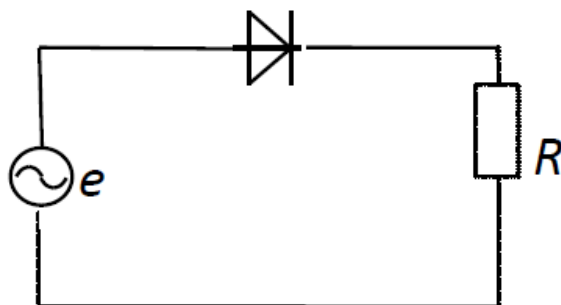

Рис.1
1. В схеме рис.1 действующее значение напряжения питания $E = 10\text{ В}$; $R = 0,012\text{ кОм}$;